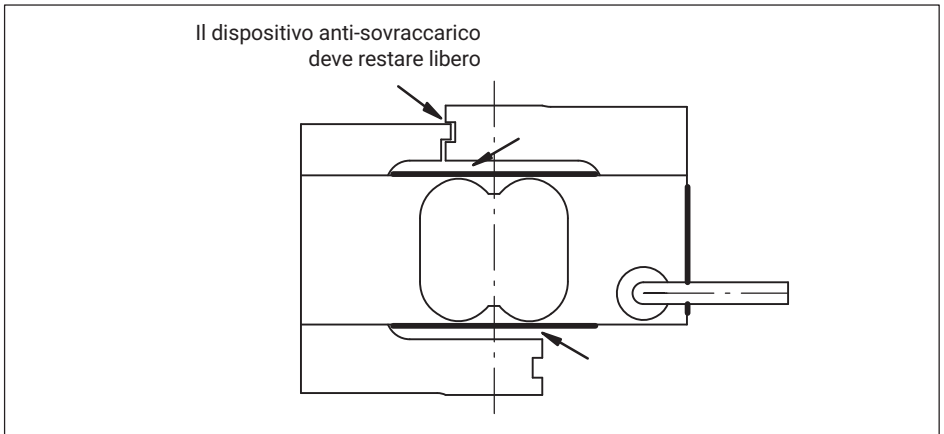

Fig. 6.1 Impedire l'accumulo di sporcizia e sedimenti nelle zone indicate
*I depositi di polvere o sporcizia sui trasduttori di forza possono provocare errori di misura. Le zone più soggette a tali accumuli sono indicate dalle frecce nella Fig. 6.1.*